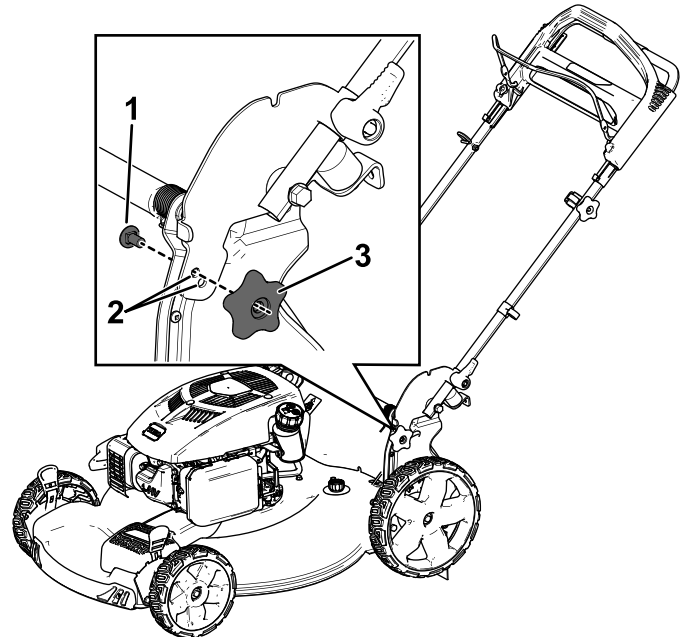

Figura 14
Usted puede elevar o bajar el manillar en 1 de 2 posiciones que le sea más cómoda (Figura 14).
1. Retire los dos pernos y pomos del manillar (Figura 14).